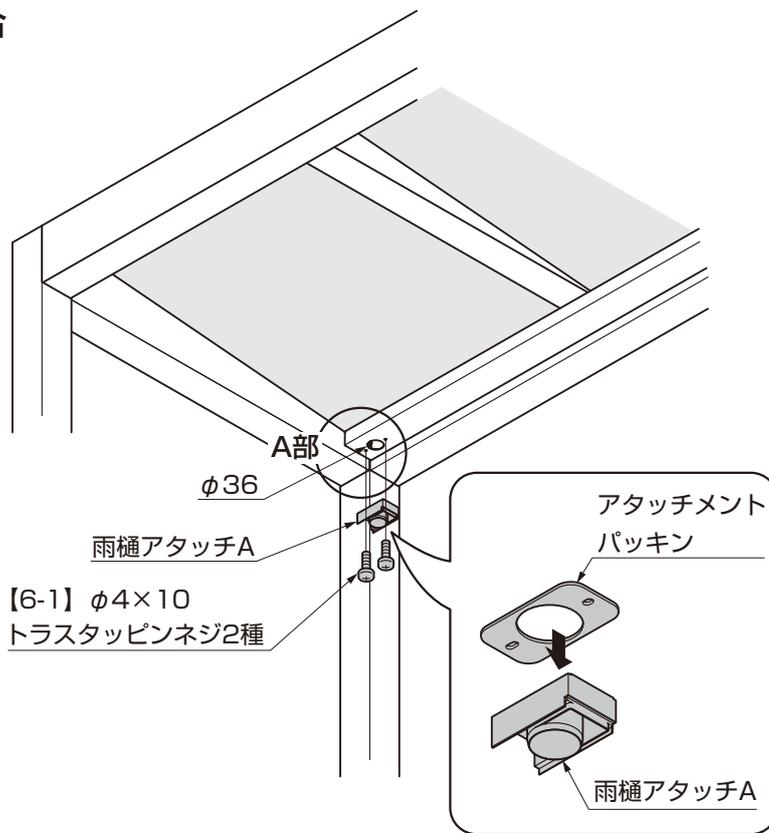

図11-25
- ②アタッチメントパッキンを雨樋アタッチAに貼付けて樋に【6-1】で取付けてください。（図11-25参照）
- ③ 縦樋の長さをH24の場合は2138mmに、H29の場合は2593mmに切断してください。